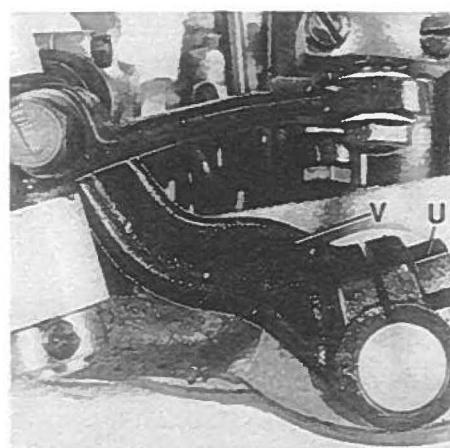

Fig.10
If required loosen clamp screw (U, Fig. 10) in the spreader drive lever (V) and set the lever so that the spreader (F) clears at all points. Retighten clamp screw.
Bei Bedarf lösen Sie die Klemmschraube (U, Fig. 10) im Blindgreifer-Antriebshebel (V) und stellen den Hebel so, daß der Blindgreifer (F) an allen Stellen freigeht. Ziehen Sie die Klemmschraube wieder an.